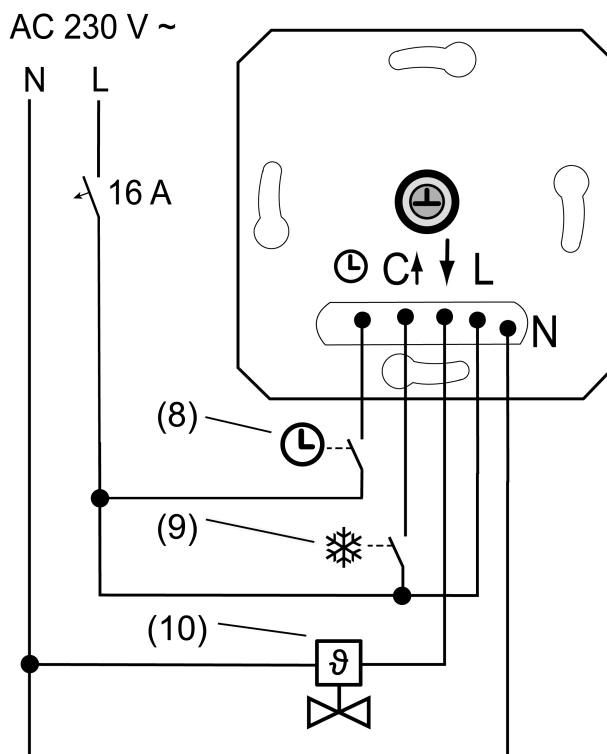
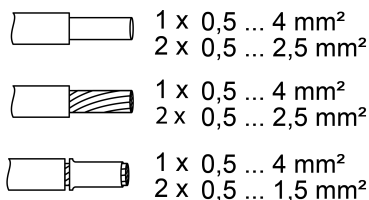

рисунок 2: Пример подключения вставки
рисунок 3: Сечение провода под клемму
- Подключите электротермический сервопривод (10) к вставке (1) согласно монтажной схеме (рисунок 2). Соблюдайте сечение проводов (рисунок 3).
- Подключите вход в режиме понижения температуры ☉ через контакт переключения центральных часов (8).